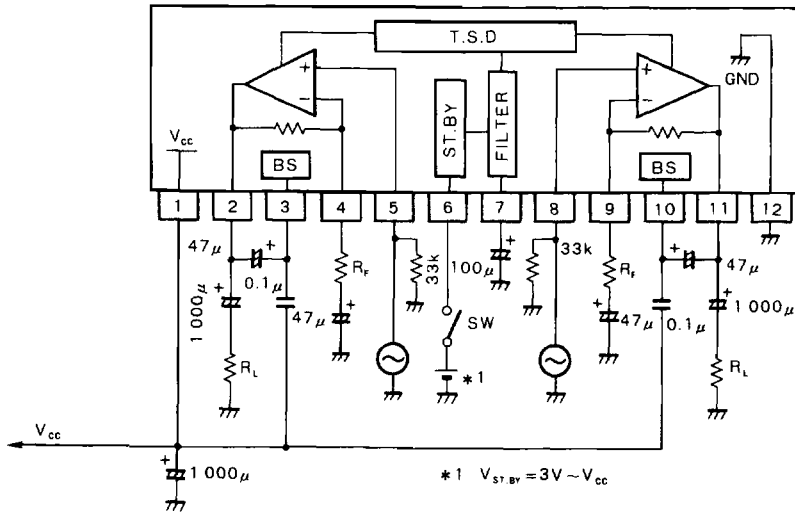

Fig.15
(10) 各 pin 直流電位の標準値（V_{CC}=12V, Ta=25°C, 測定回路：Fig. 15）